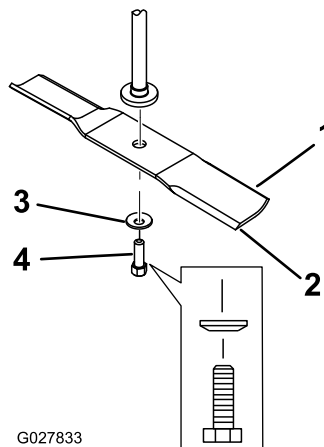

Figura 50
Sujete el extremo de la cuchilla usando un trapo o un guante grueso. Retire del eje el perno de la cuchilla, la arandela curva y la cuchilla (Figura 50).
1. Instale la cuchilla en el eje (Figura 50).
2. Instale la arandela curva (con la copa hacia la cuchilla) y el perno de la cuchilla (Figura 50).